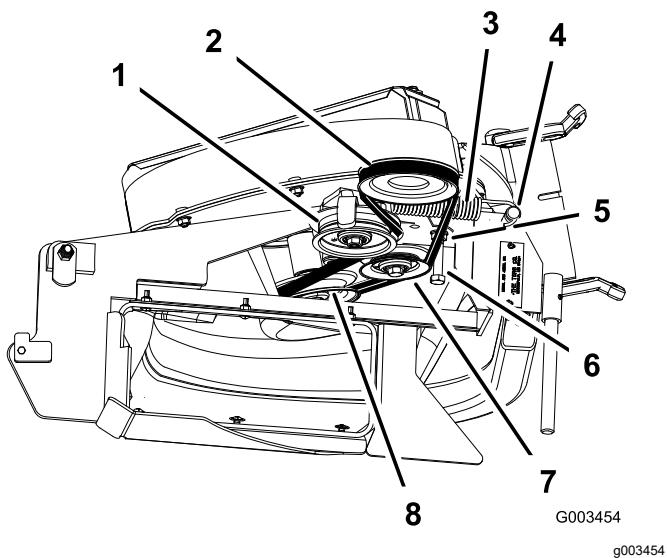

Figure 42
3. Desserrez le boulon du guide-courroie (Figure 42).
5. Faites passer la courroie neuve autour de la poulie de ventilateur (Figure 42).
7. Serrez le boulon du guide-courroie (Figure 42).
9. Placez la courroie sur la poulie de tension rappelée par ressort (Figure 42).